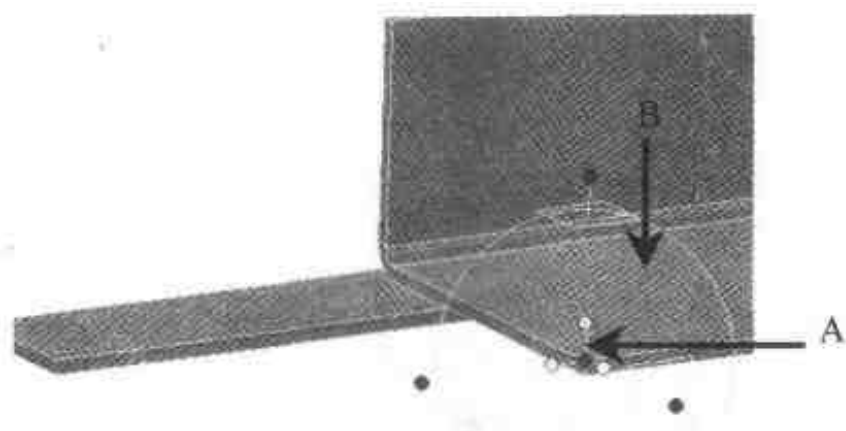

图 4.125 定位三维球的中心
- (2) 选择构件使其处于零件编辑状态, 打开【三维球】; 按空格键使三维球独立于边框, 右击三维球中心, 选择【到点】命令, 将三维球的中心手柄定位到左边框的一个角点上, 如图 4.125 所示。
**注意** 一定要保证图 4.125 所示的手柄(A)的方向与平面(B)垂直。